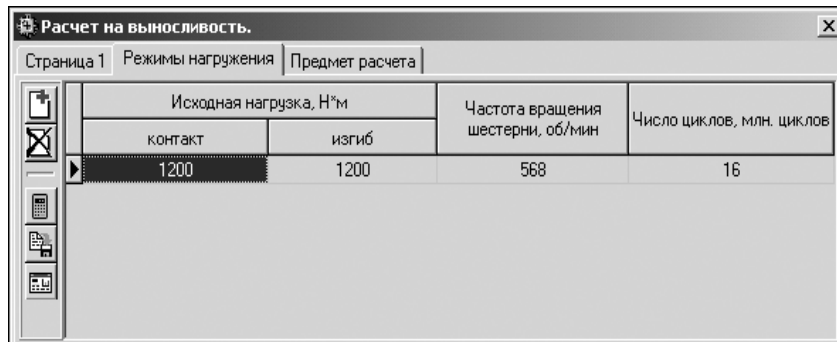

Рис. 8.10.
3. Введите данные на вкладке **Режимы нагружения** (рис. 8.10).